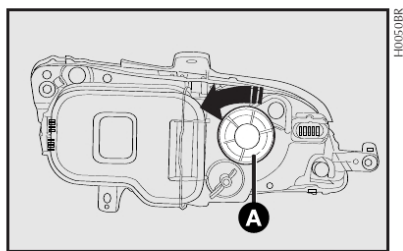

fig. 19
1) retirar a tampa **A**-fig. 19 girando no sentido da seta;